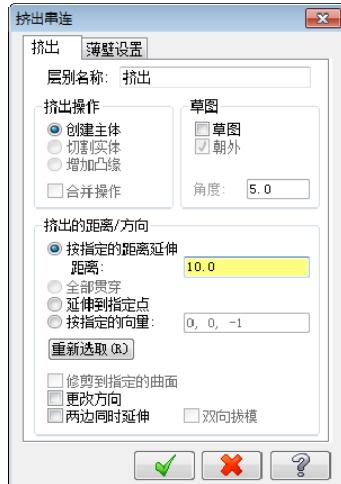
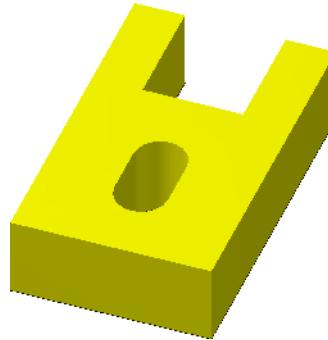

图 7-9 “挤出串连”对话框
图 7-10 挤出实体的创建
- 04 系统弹出“挤出串连”对话框，选中“按指定的距离延伸”选项，输入延伸距离为 10，如图 7-9 所示。再单击对话框中的“确定”按钮 ，即可完成挤出实体的创建操作，结果如图 7-10 所示。